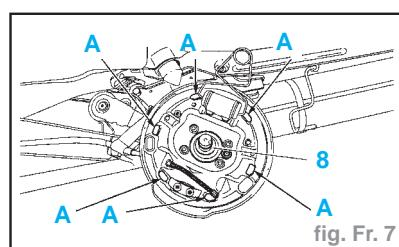

fig. Fr. 7
- Remplacer systématiquement le joint (**8**) (fig. Fr. 7).
- Remplacer systématiquement le joint (8) (fig. Fr. 7).
- les surfaces (A) avec une graisse type **LUBRITHERM G200**